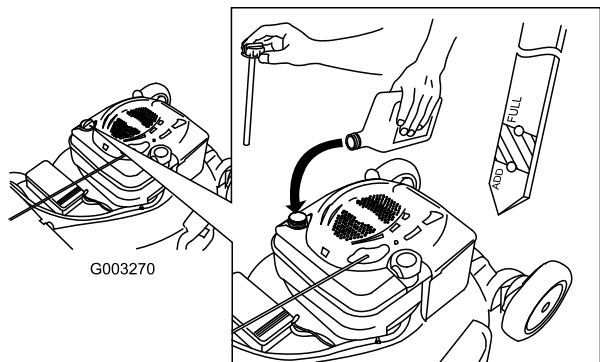

Figura 11
1. Retire la varilla, límpiela, y vuelva a colocarla (Figura 11).
2. Retire la varilla y compruebe el nivel de aceite (Figura 11). Si el nivel de aceite está por debajo de la marca "Add" de la varilla, vierta **lentamente** aceite en el tubo de llenado hasta que el nivel llegue a la marca "Full" de la varilla. **No llene demasiado.** (Capacidad máxima: 0,59 l (20 onzas), tipo: SAE 30W, aceite detergente con clasificación de servicio API SF, SG, SH, SJ, SL o superior.)